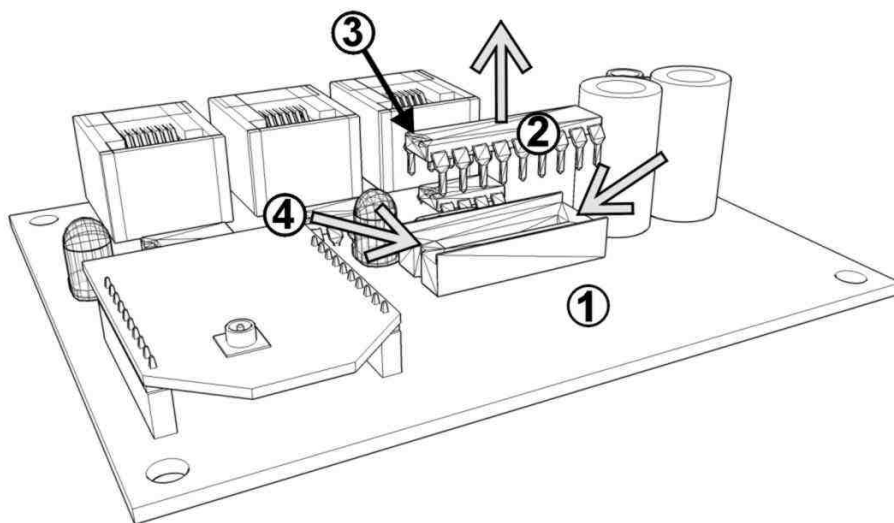

Fig. 6: Sostituzione del microcontrollore
2. Individuare il microcontrollore e con un piccolo cacciavite a taglio fare leva alternativamente lungo i bordi più corti per estrarlo dalla propria base (Fig. 6).